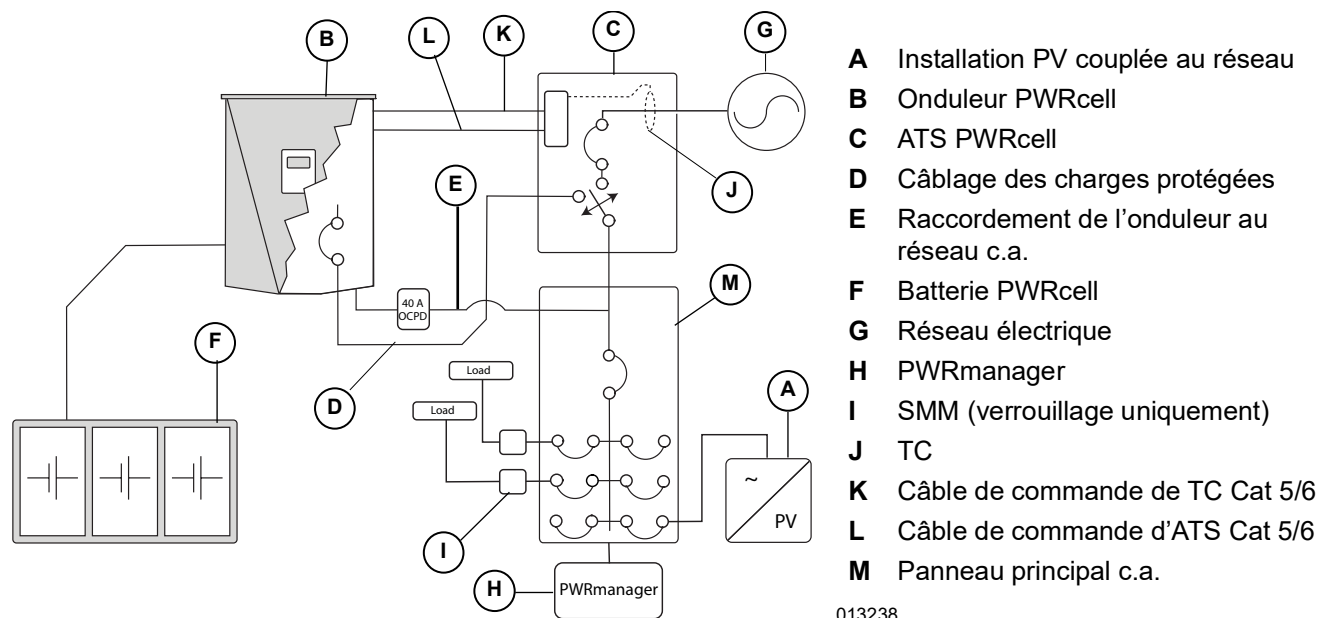

Figure 5-11. Installation PV couplée au réseau (ACcPV)
1. Voir Figure 5-11. Raccorder les conducteurs de branchement d'abonné aux bornes N de l'ATS PWRcell.